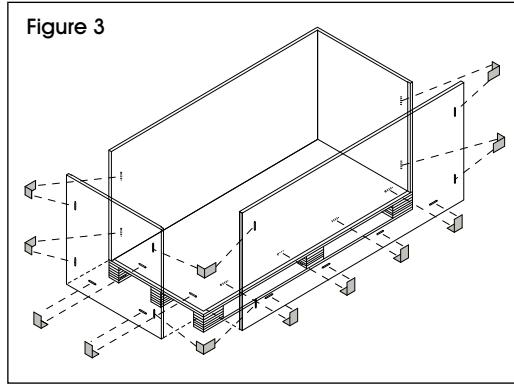

Figure 3
3. Repeat steps 1-2 for remaining side and end panels. (See Figure 3)
- Répétez les étapes 1 et 2 pour le panneau latéral et l'extrémité restants. (Voir Figure 3)